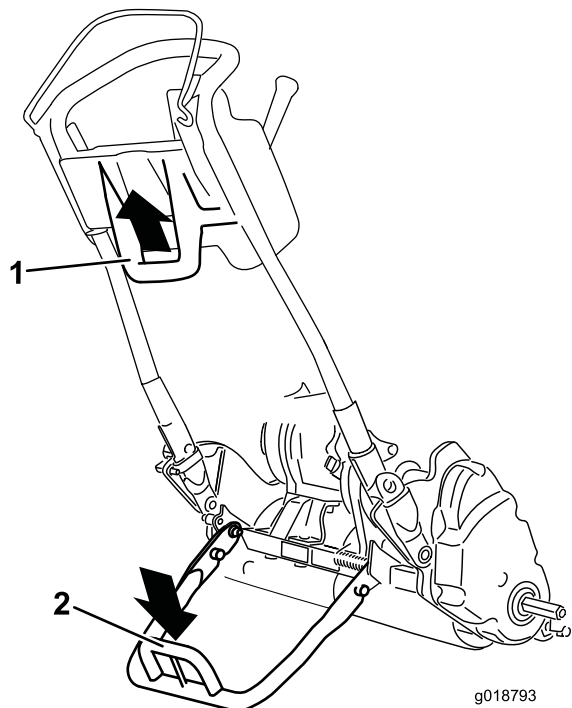

図 27
- 移動走行タイヤの着脱のためにキックスタンドを操作するには、スタンドを床面まで下げ、ループを足で踏みつけた状態のままで、機体下部についているハンドルを持ってマシンを後方に引いてください  図 27。